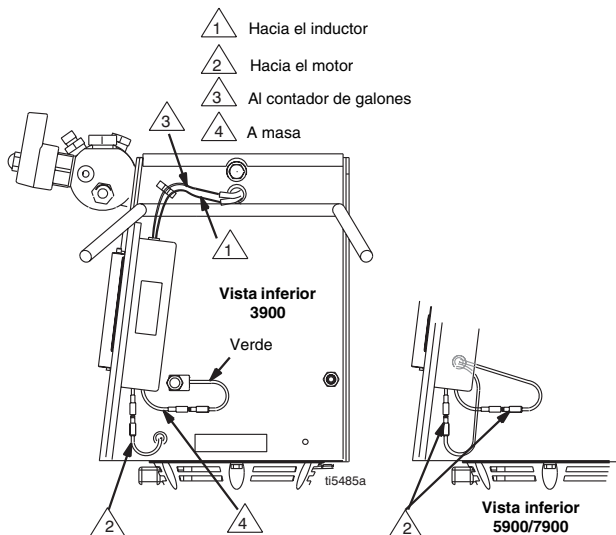

FIG. 12
2. FIG. 12. Desconecte todos los cables necesarios.
3. FIG. 12. Conecte todos los cables necesarios.